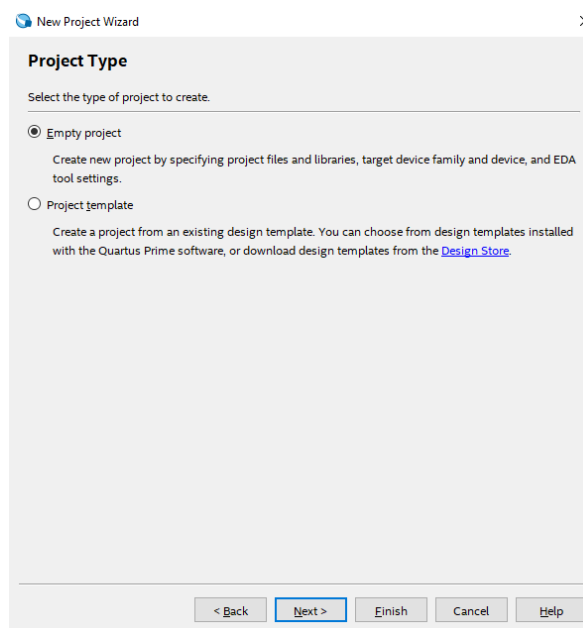

Figura 6. Tipo de proyecto.
5. Se mostrará la ventana para seleccionar el tipo de proyecto. Se escogerá la opción de Proyecto vacío (**Empty project**), tal como se visualiza en la Figura 6. Luego da clic en **Next**.